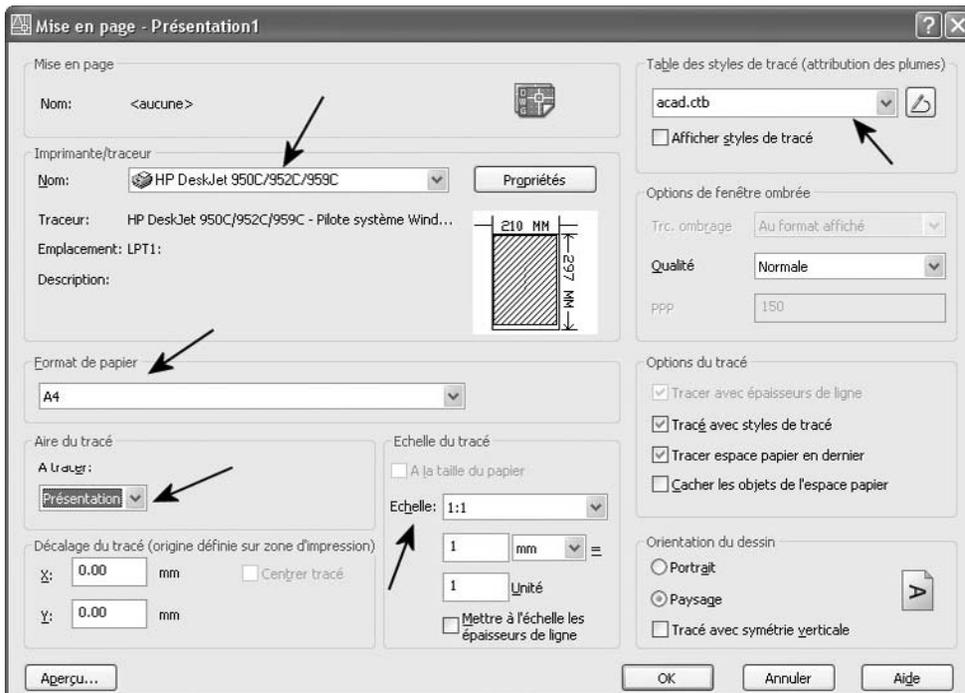

Fig.23.9
- 4 Dans la boîte de dialogue **Mise en page** (Page setup), sélectionner l'imprimante à utiliser dans la liste déroulante **Nom** (Name). Par exemple : DesignJet 750C (fig 23.9).